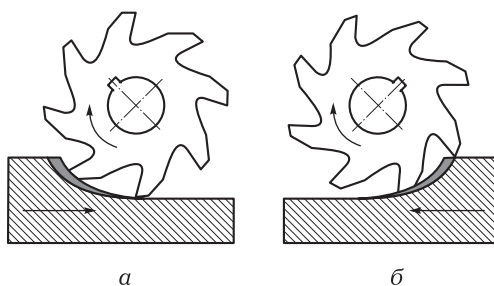

Рис. 1.3. Схемы фрезерования
24. Напишите названия видов фрезерования, изображенных на рис. 1.3: